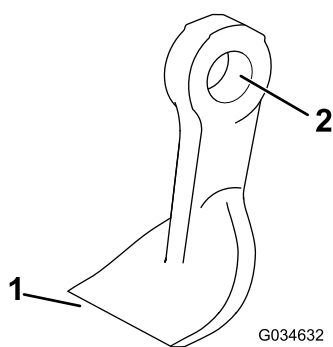

Bild 78
3. Prüfen Sie jedes Messer auf Beschädigungen und achten Sie besonders auf die Befestigungen, die Schnittkante und die Befestigungslöcher (Bild 78). Ersetzen Sie beschädigte Messer und Befestigungen.